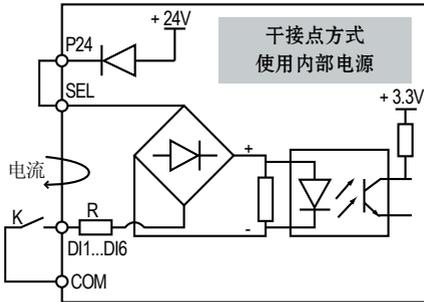

图 4-19 控制板使用内部 24V 电源时输入干接点信号接线示意图
1. 使用驱动控制器内部的 24V 电源，接线方式如图 4-19 所示。（出厂时 SEL 和 P24 已短接）